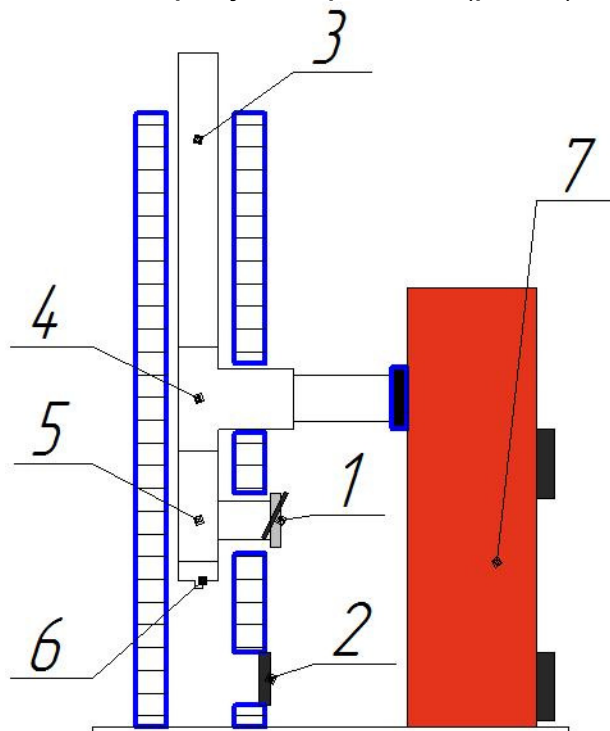

Рис.8
Для регулировки тяги и удаления вибрации (это явление наблюдается, когда сильная тяга через дымоход) используется автоматический регулятор тяги, который не входит в комплектацию котла. Если в кирпичный дымоход вставлен вкладыш из нерж. стали, тогда в вкладыш вставляется дополнительный тройник. В этот тройник (5) и вставляется регулятор тяги 1(рис.8).